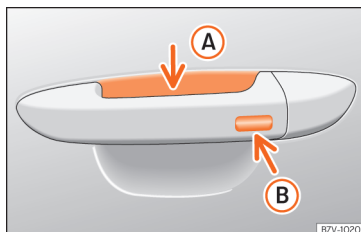

Fig. 49 Mânerul ușii: suprafețele senzorilor.
» fig. 49
- Atingeți suprafața senzorului **B** » fig. 49 de pe exteriorul mânerului ușii. Toate semnalizatoarele clipeșc o dată.
- În interval de 5 secunde, atingeți senzorul din exteriorul mânerului portierei o dată » » » **fig. 49** . Nu apucați mânerul atunci când faceți acest lucru. Astfel se dezactivează temporar sistemul Keyless Access.
Pentru a închide toate geamurile acționate electric și trapa cu ajutorul **funcției pentru confort**, țineți câteva secunde un deget pe suprafața senzorului de încuiere » » » **fig. 49**  de pe mânerul ușii, până când geamurile și trapa se închid.